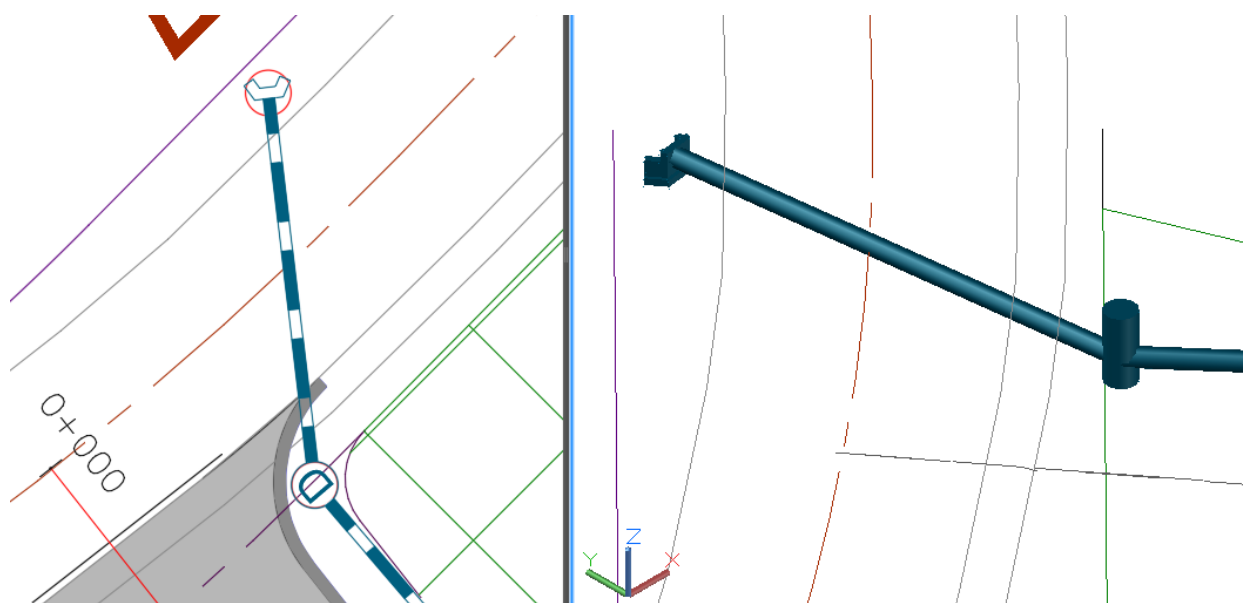

Рис. 1.9. Часть только что созданной ливневой трубопроводной сети
16. Нажмите клавишу **Esc**, чтобы завершить выполнение команды. Вы создали ливневую канализационную трубопроводную сеть, отводящую воду в месте пересечения трассы *Emerson Road* (рис. 1.9).